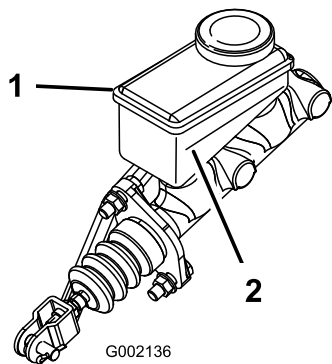

Figure 42
2. Observez le repère de niveau sur le côté du réservoir (Figure 42).
- B. Versez du liquide de frein DOT 3 dans le réservoir jusqu'à ce que le niveau dépasse le repère minimum (Figure 42).